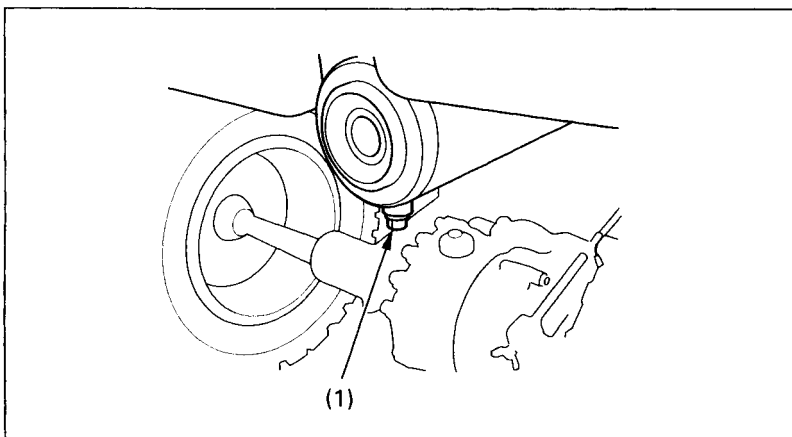

Fig. 4-35
2. Remove the bolt. (Fig. 4-35)